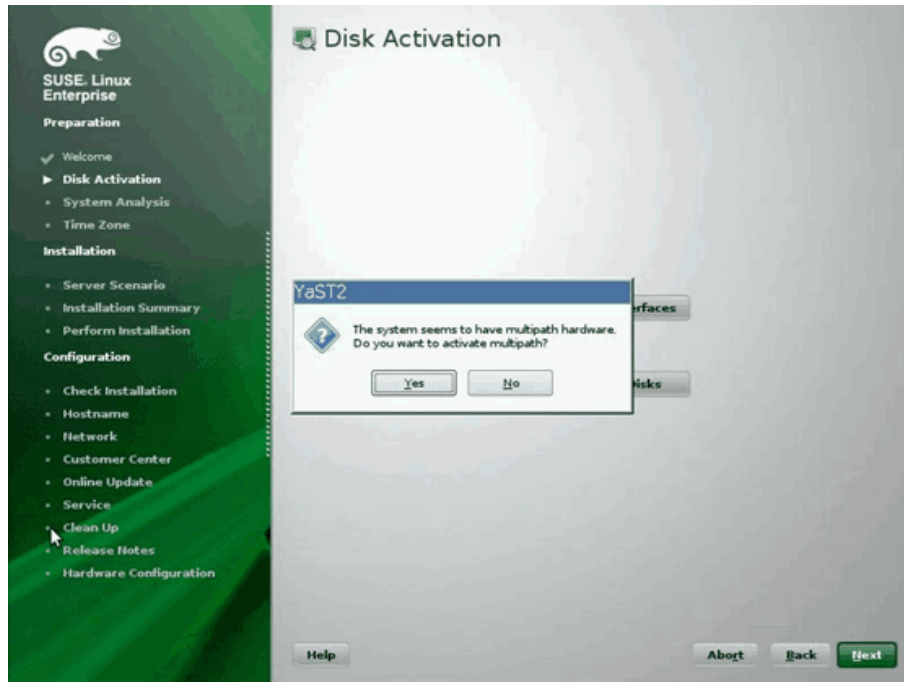

図 14-18. ディスクのアクティブ化
10. YaST2 では、マルチパスのアクティブ化を求める指示メッセージが表示されます。必要に応じて回答します (図 14-18)。